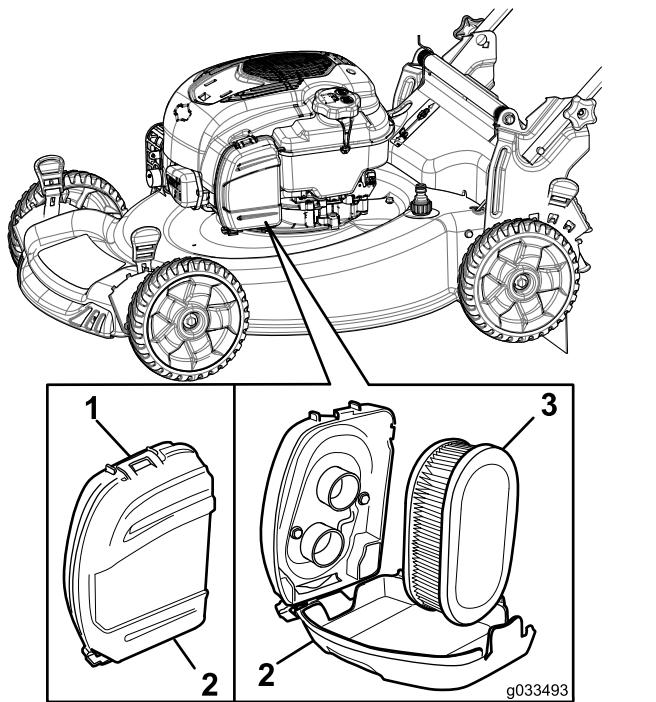

Figura 32
- Desencaixe a parte superior da cobertura do filtro de ar (Figura 32).
- Retire o filtro de ar (Figura 32).